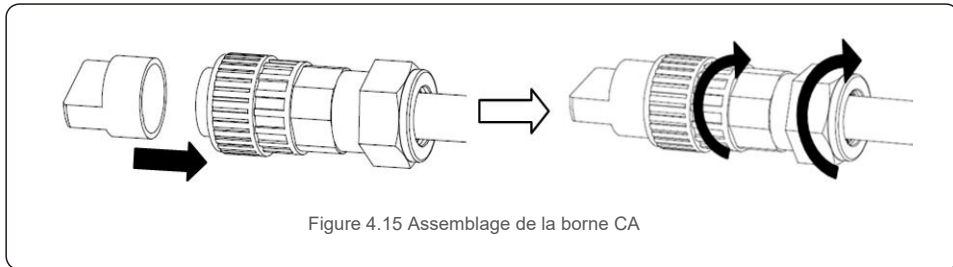

Figure 4.15 Assemblage de la borne CA
B) Fixez le support en plastique (serrage auxiliaire) dans l'élément de douille, serrez l'adaptateur dans l'élément de douille, puis serrez l'écrou de blocage avec un couple de 2,5 à 4 Nm (voir Figure 4.15).